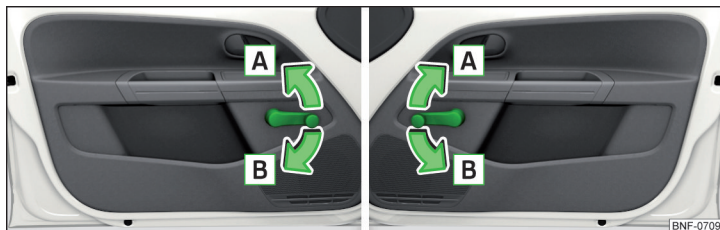

Fig. 35 Alzacristalli: sinistra/destra
- Per l'**apertura** ruotare la manovella in direzione della freccia **A** » fig. 35.